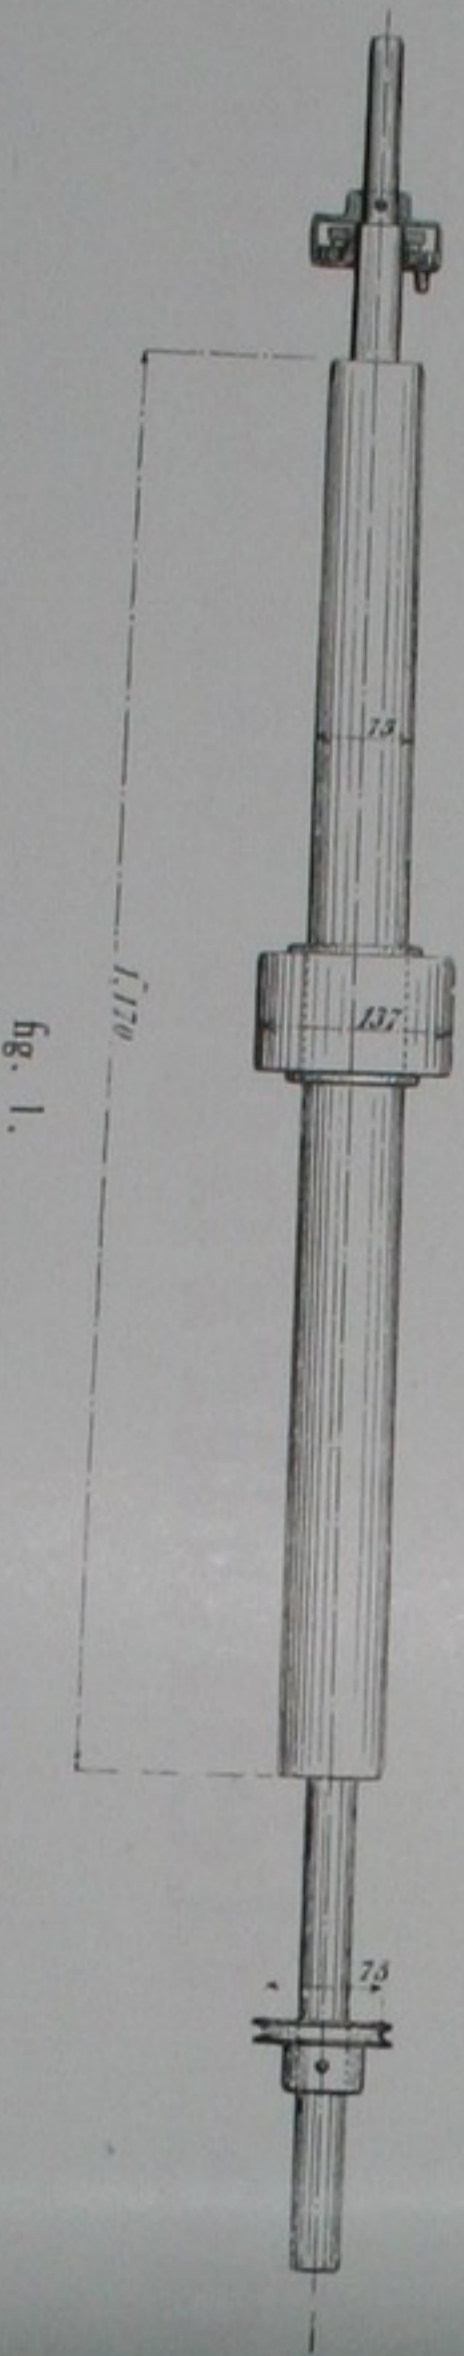

fig. 1.
1. **Appareil d'aiguillage système Horsfall**, de construction perfectionnée, avec axe et vis en acier trempé. Cet appareil comporte un mouvement de va-et-vient silencieux qui permet un réglage minutieux. La molette d'aiguillage est garnie d'un ruban à l'émeri. (Fig. 1).